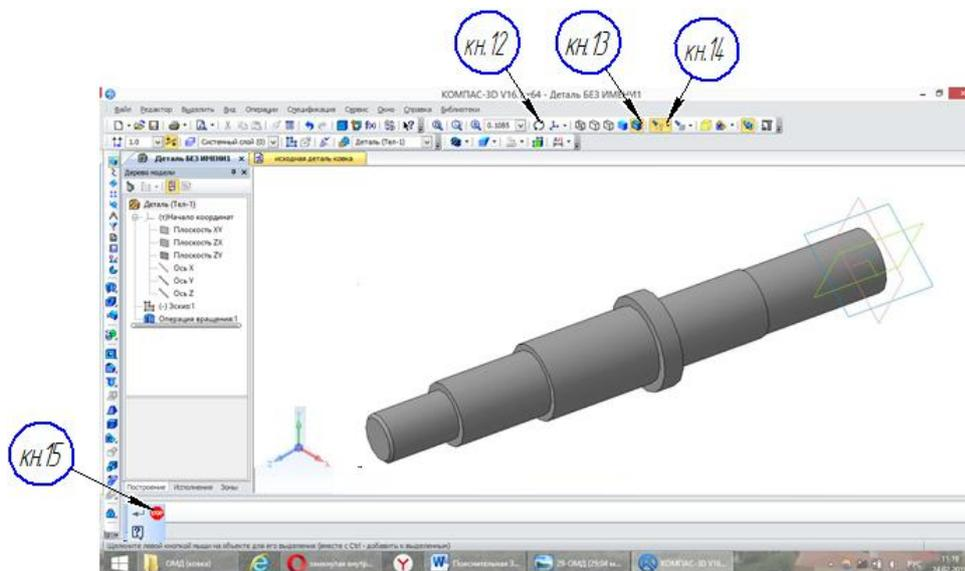

Рисунок 50. Ввод
6) Включение кн.11 –«Ввод» На рисунке выполняется визуальный контроль создаваемой фаски 1,6x45° детали «Вал» в формате 3D. При нажатии на кнопку кн.11  «Ввод», на экране появляется модель 3D деталь «Вал», рисунок 50.
1) На экране высвечивается изображение детали полученной при создании фаски $1,6 \times 45^\circ$ Компас-3D рисунок 50.